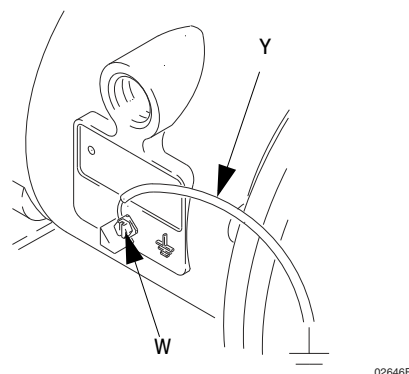

FIG. 1
- *Pompa:* Collegare un filo di terra e un morsetto come illustrato nella fig. 1. Allentare la vite di terra (W). Inserire un'estremità di un filo di terra (Y) di minimo 12 ga (1,5 mm²) dietro la vite di terra e serrare la vite saldamente. Collegare l'estremità del morsetto del filo di terra a una terra efficace. Ordinare il codice 238909 - filo di messa a terra e pinza.